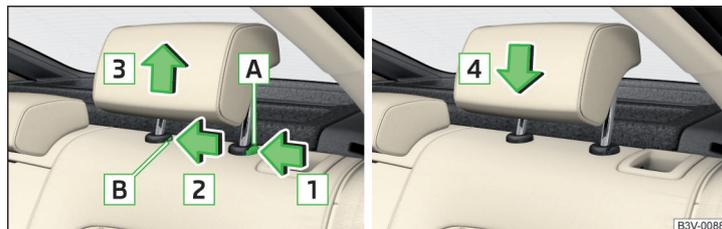

Fig. 84 Appuie-tête arrière : montage et démontage
- Poussez la touche de verrouillage **A** dans le sens de la flèche **1** » fig. 84, poussez en même temps avec un tournevis à tête plate d'une épaisseur de 5 mm max. le verrouillage dans l'ouverture **B** dans le sens de la flèche **2**.